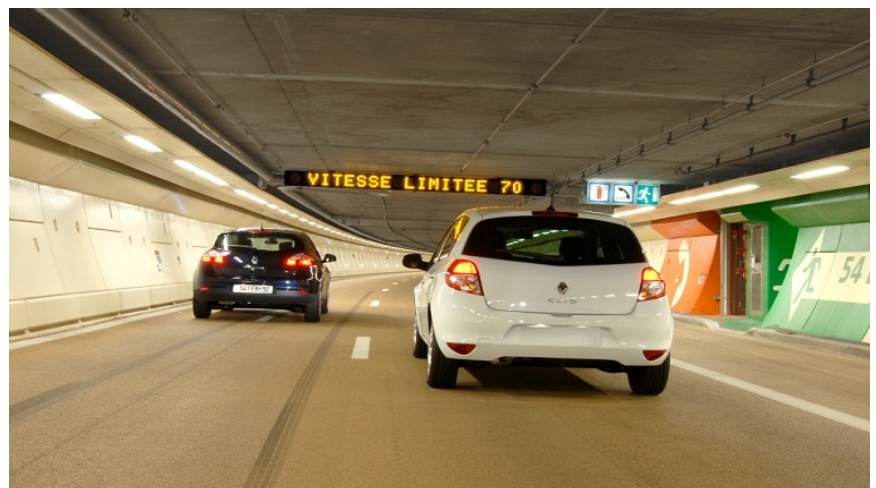

Figure 7 – vue des PMV et de la signalisation lumineuse
- panneaux à messages variables (PMV) situés tous les 400 m au-dessus des voies de circulation (**Figure 7**). Ils comportent une seule ligne d'au maximum 12 caractères de 200 mm de hauteur, ainsi que deux feux clignotants. Le Duplex est équipé de 64 PMV.